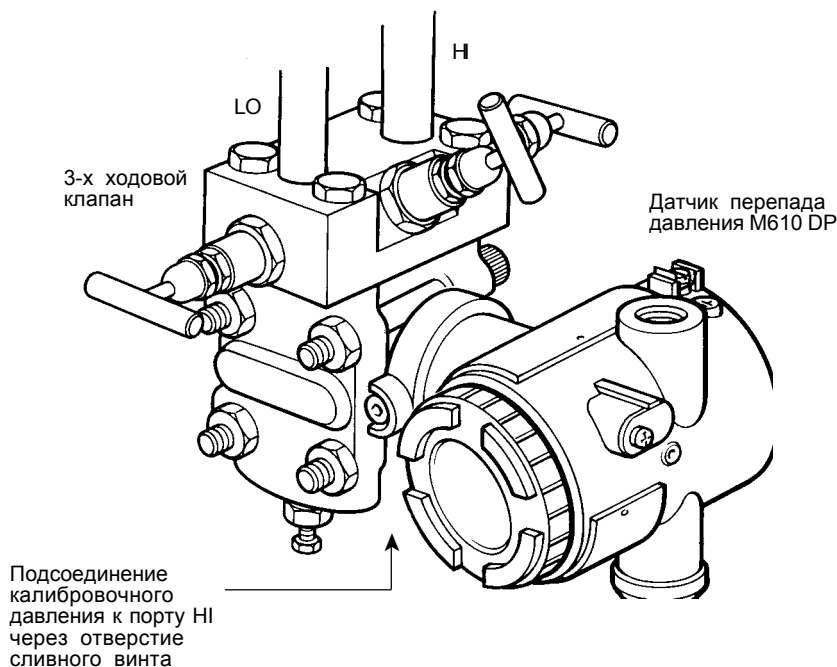

Рис. 20
8.2.8 Используя калибратор давления подайте значение давления, соответствующее полной шкале датчика в камеру HI через продувочный клапан. (См. рис.20) Для **Gilflo ILVA** калибровочное давление равно 5080 мм водяного столба (498 мбар), для расходомера **Gilflo** калибровочное давление равно 3556 мм (349 мбар).